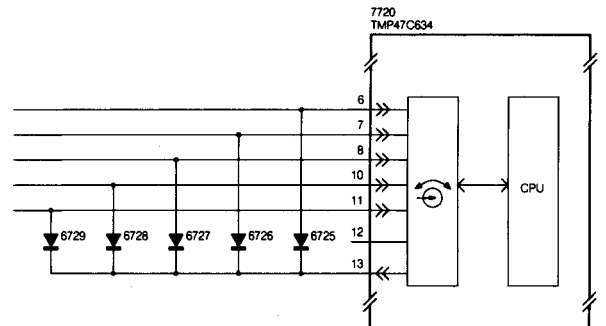

Bild 2.3
- geprüft, ob die 'non-remote' Optionsdiode (D6725) zwischen Anschluss 6 und Anschluss 13 vorhanden ist (siehe Bild 2.3).
- geprüft, ob die Optionsdiode (D6726) "UHF only" zwischen Anschluss 7 und Anschluss 13 vorhanden ist (siehe Bild 2.3). Ist die Diode vorhanden, dann wird die Systemumschaltung des Mikrocomputers immer in einer Stellung bleiben. Das Prüfen weiterer Optionen wird überschlagen. Abstimmung des Kanalwählers erfolgt nur in dem UHF-Band.
- geprüft, ob die Hyperband-Optionsdiode (D6727) zwischen Anschluss 8 und Anschluss 13 vorhanden ist (siehe Bild 2.3). Liegt sie vor, dann können Hyperbandfrequenzen gewählt werden.
- geprüft, ob die Frankreich-Optionsdiode (D6728) zwischen Anschluss 10 und Anschluss 13 vorhanden ist (siehe Bild 2.3). Liegt sie vor, dann können die Fernsehsysteme PAL/SECAM B/G, PAL I und SECAM L/L' gewählt werden.
- geprüft, ob die Mehrfach-Optionsdiode (D6729) zwischen Anschluss 11 und Anschluss 13 vorhanden ist (siehe Bild 2.3). Ist sie vorhanden, dann können die Fernsehsysteme PAL/SECAM B/G und SECAM L gewählt werden.
- die 14+ Versorgungsspannung über Anschluss 34 kontrolliert (siehe Bild 2.3). Liegt sie nach 4 Sekunden nicht vor, wird die Fehlermeldung F1 erzeugt. Das System bleibt in dieser Lage, bis es die 14+ Versorgungsspannung gibt.